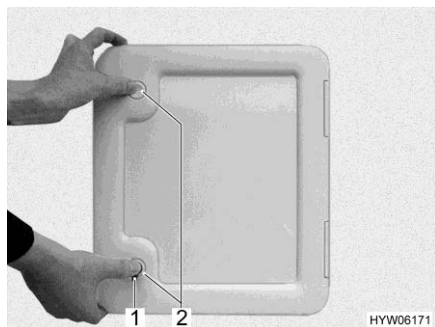

Bild 266 Lucka för latrintank
- Öppna luckan till latrintanken på fordonets utsida. Stick för detta in nyckeln i låscylindern i trycklåset (Bild 266,1, Bild 267,1 eller Bild 268,1) och vrid den ett kvarts varv.
- I förekommande fall: Tryck samtidigt in de två trycklåsen (Bild 266,2 eller Bild 268,2) med tummarna och öppna luckan.